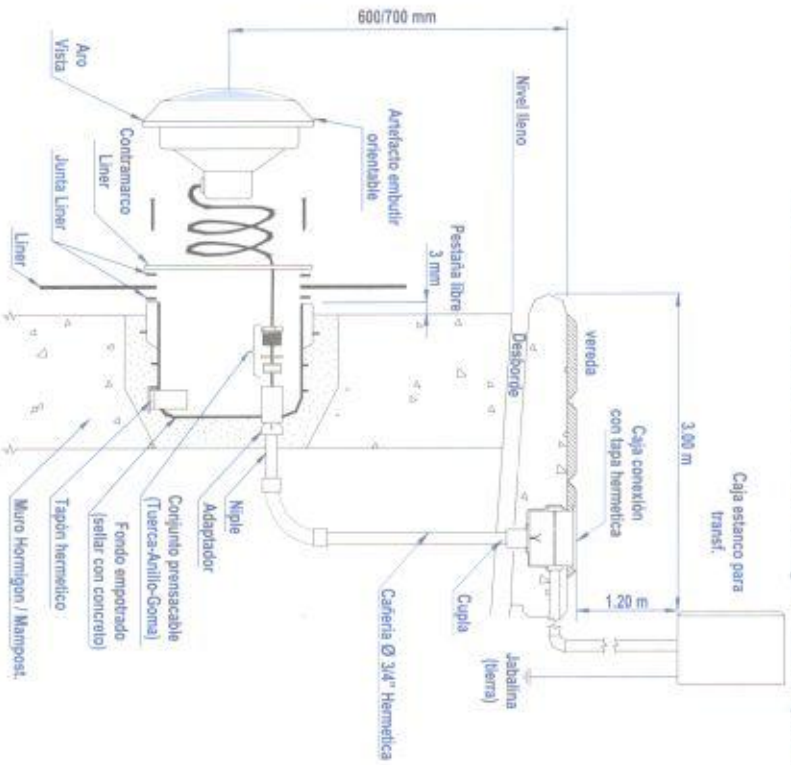
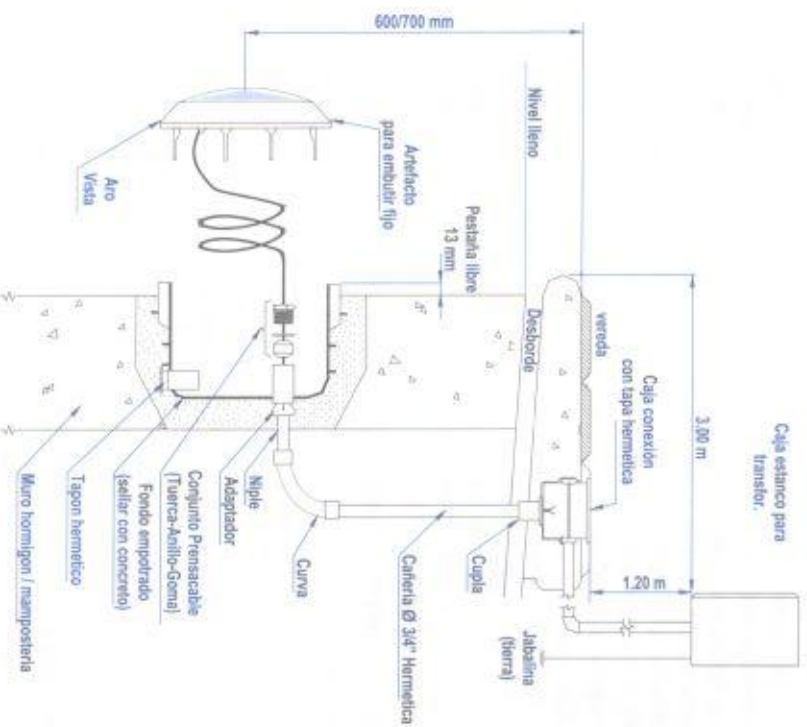

Fig.1
Fig.2
- El trabajo de instalación del artefacto se podrá realizar durante la ejecución de la obra colocando el fondo de embutir a 0.60/ 0.70m de profundidad desde el borde de la piscina y a una distancia aproximada de 3 m entre lámparas. El instalador podrá variar esta distancia según diseño y preferencia. Para piletas ya construidas se realizará una cavidad algo mayor a su diámetro para facilitar el sellado hermético con concreto sobresaliendo una pestaña de 3mm (ver Fig. 1), y 13mm (ver Fig. 2).
- Para fijar sobre liner colocar una junta anterior y otra posterior al liner (ver Fig.1) previo recortar un orificio pequeño para sostener y alinear correctamente las juntas y tortillería, una vez firme el contramarco, se recortará el liner a ras del diámetro interior para la colocación del artefacto.